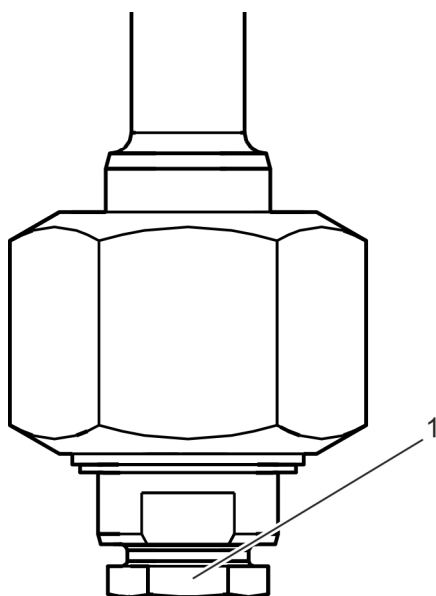

Fig. 20: Dévissage de la vis de pression
- 12.** ➤ Dévisser la vis de pression (Fig. 20/1) vers la gauche avec la clé de 27.